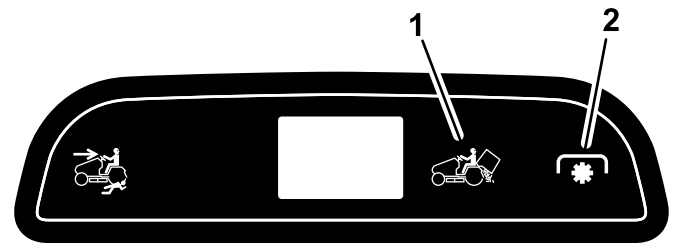

Figure 6
**Remarque:** Le voyant de commande des lames (PDF) s'allume quand vous engagez les lames comme illustré à la Figure 6.